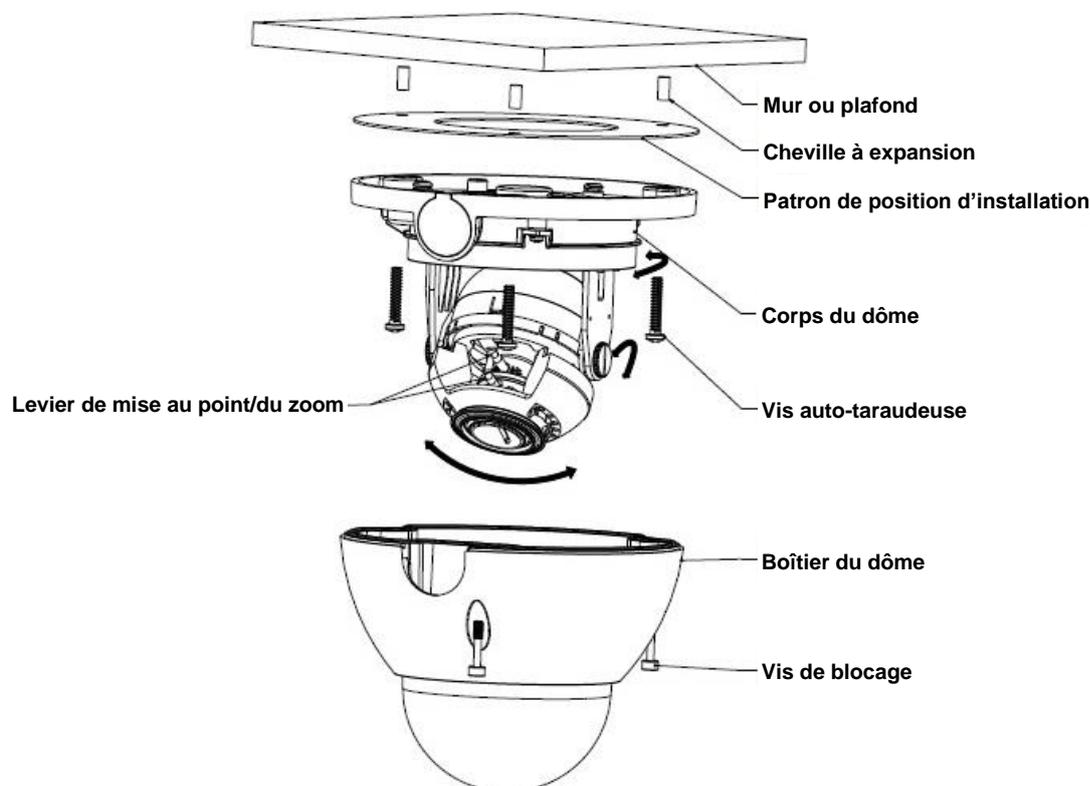

Figure 3-1
- S'il s'agit de la caméra à focale variable motorisée, vous pouvez régler le zoom et la mise au point de l'objectif depuis le dispositif HCVR terminal afin de rendre l'image nette. Ajustez ensuite l'angle de l'objectif dans la direction indiquée sur la figure 3-1. Serrez les vis pour fixer l'objectif après l'avoir ajusté sur l'angle adéquat.
- S'il s'agit de la caméra à focale variable manuelle, vous pouvez utiliser le levier de mise au point/du zoom pour régler la distance focale de l'objectif, afin de rendre l'image nette. Serrez le levier après que l'image se soit affichée sur le dispositif HCVR terminal, puis réglez l'angle de l'objectif dans la direction indiquée sur la figure 3-1. Serrez les vis pour fixer l'objectif après l'avoir ajusté sur l'angle adéquat.